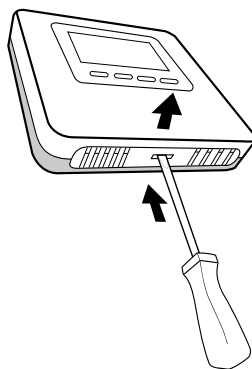

Fig. 11
- Separar a base de fixação do Sensor Ambiente exercendo uma leve pressão na lingueta em baixo (Fig. 11).